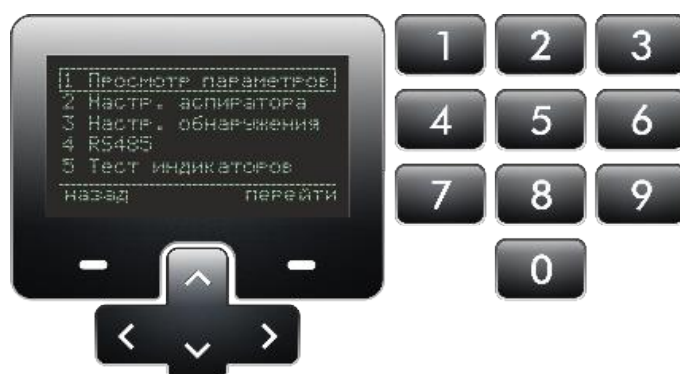

Рисунок 1 – Органы управления
6.1 Управление работой извещателя и настройка параметров осуществляется с помощью экрана, клавиш навигации, выбора и цифровой клавиатуры (рисунок 1).